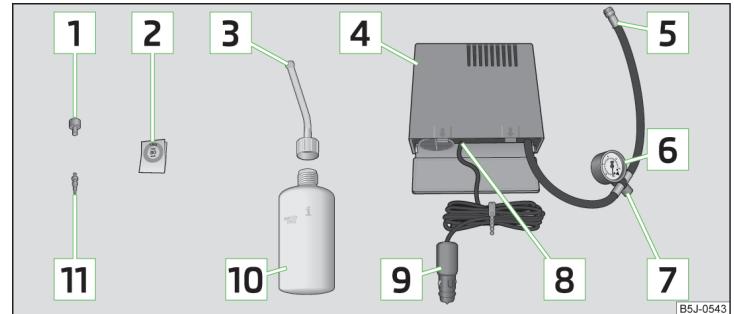

Abb. 152 Prinzipdarstellung: Bestandteile des Pannensets
Bestandteile des Sets » Abb. 152
- Den entsprechenden Aufkleber **2** » Abb. 152 auf Seite 176 auf die Schalttafel im Sichtfeld des Fahrers kleben.
- Die Reifenfüllflasche **10** » Abb. 152 auf Seite 176 einige Male kräftig hin und her schütteln.
- Den Reifenfüllschlauch **5** » Abb. 152 auf Seite 176 des Luftkompressors fest auf das Reifenventil schrauben.